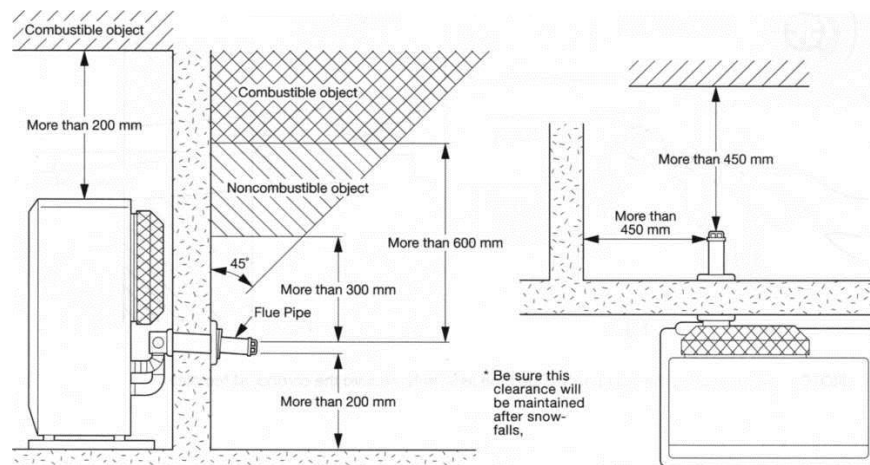

Рис. 2
2. Убедиться, что наружная область выхлопной трубы была свободна от чего-либо, что могло бы **быть затронуто горячим выхлопным газом.** (См. Рис. 2 и 3.)
Выхлопная труба (как в Рис. 2), для толщины стен от 130 мм до 320 мм